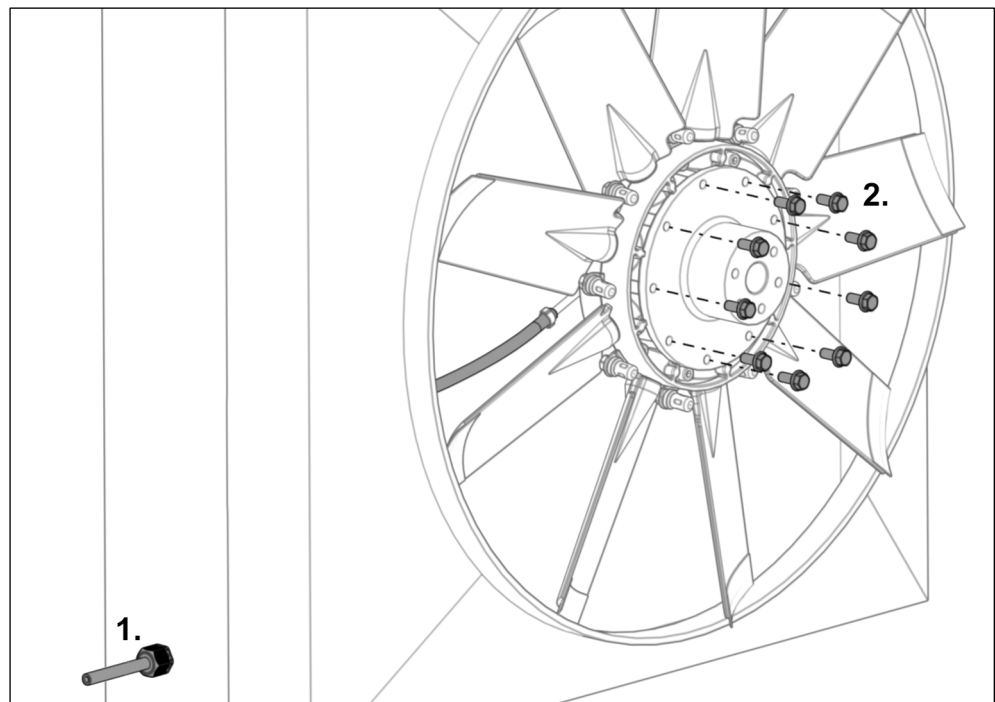

Fig. 29
- 20) Conduzir a mangueira de pressão através do alívio de tensão (ver Fig. 29 passo 1).
- 22) Aparafusar manualmente os parafusos com nervuras de travamento incluídos na entrega (ver Fig. 29 passo 2).